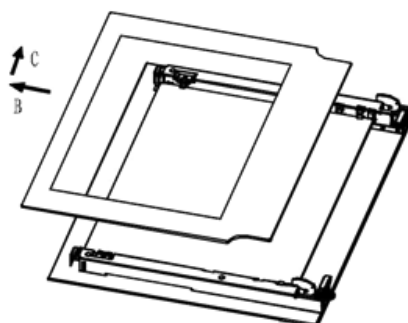

Рис. 28
2. Медленно вытащите внутреннее стекло (Рис. 28)